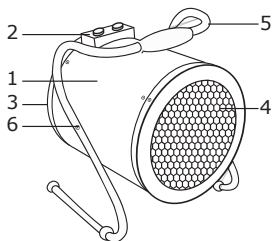

Рис. 1. Устройство прибора
Несущая конструкция тепловентилятора (см. рис.1) состоит из кожухов наружного (1) и внутреннего, изготовленных из листовой стали и имеющих цилиндрическую форму. Во внутреннем кожухе размещены вентилятор и трубчатые электронагревательные элементы. Снаружи кожуха расположен корпус блока управления (2). Окна для забора холодного воздуха и подачи горячего закрыты решетками (3 и 4). Корпус закреплен на ручке-подставке (5) и имеет возможность поворота в вертикальной плоскости. Угол поворота фиксируется гайками (6).